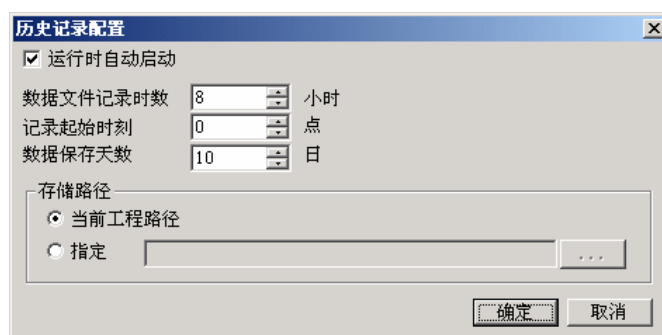

图 6-6
1、在工程浏览器窗口左侧的“工程目录显示区”中双击“系统配置”中的“历史数据记录”选项，弹出“历史记录配置”对话框，如图 6-6 所示：